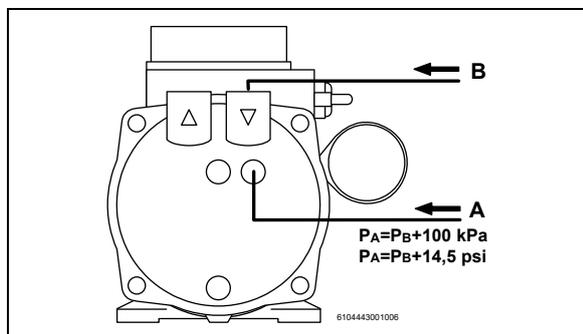
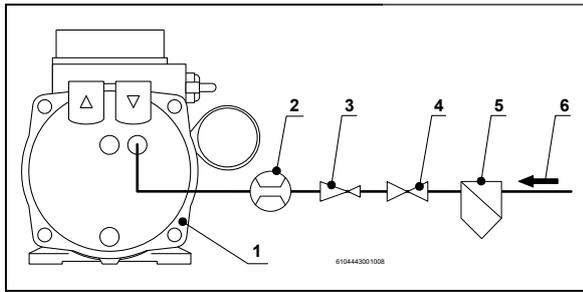
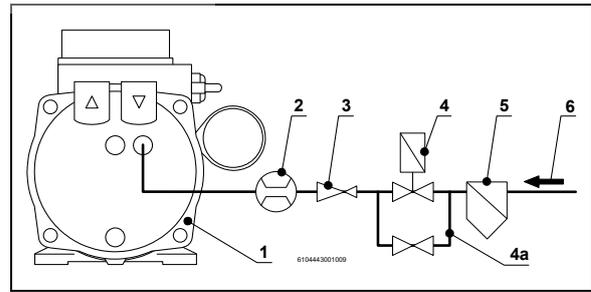
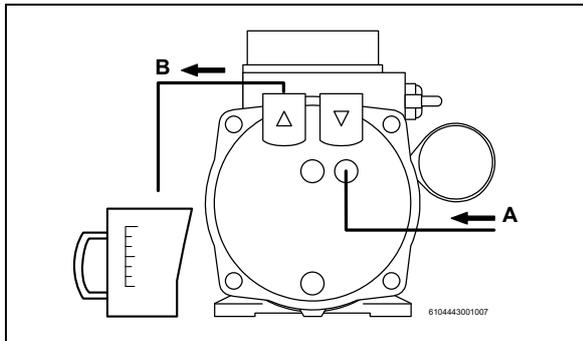

Fig. 5 : Réglage du débit du liquide de fonctionnement : réglage de la pression d'alimentation
Fig. 6 : Fonctionnement avec arrivée du liquide de fonctionnement : fonctionnement non automatique
Fig. 7 : Fonctionnement avec arrivée du liquide de fonctionnement : fonctionnement automatique
Fig. 8 : Réglage du débit du liquide de fonctionnement : mesure du débit avec un verre gradué
- En cas de fonctionnement non automatique : robinet d'arrêt (Fig. 6, p. 19, pos. 4).
- En cas de fonctionnement automatique : robinet d'arrêt dans la dérivation (Fig. 7, p. 19, pos. 4a).
Voir Fig. 5, p. 18 et Fig. 8, p. 19, ainsi que Fig. 6, p. 19 et Fig. 7, p. 19.
1) Régler la pression d'alimentation du liquide de fonctionnement (Fig. 5, p. 18) :
Quand le fonctionnement n'est pas automatique (Fig. 6, p. 19) :
Quand le fonctionnement est automatique (Fig. 7, p. 19) :
- L'électrovanne (pos. 4) s'ouvre et le liquide de fonctionnement est injecté.
- avec le débitmètre (Fig. 6, p. 19 et Fig. 7, p. 19, pos. 2)
- en mesurant le débit de liquide de fonctionnement s'échappant de la tubulure de refoulement par unité de temps avec un verre gradué (Fig. 8, p. 19)
- au moyen d'un robinet de réglage (Fig. 6, p. 19 et Fig. 7, p. 19, pos. 3)
(Fig. 7, p. 19) :